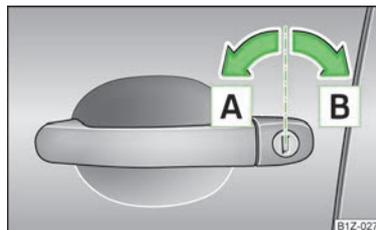

Fig. 11
- Gire la llave en el bombín de cierre de la puerta del conductor en dirección de marcha (posición de desbloqueo) **A** » fig. 11.
- Girar la llave en el bombín de cierre de la puerta del conductor en dirección contraria a la marcha (posición de bloqueo) **[B]** » fig. 11 de la página 28.